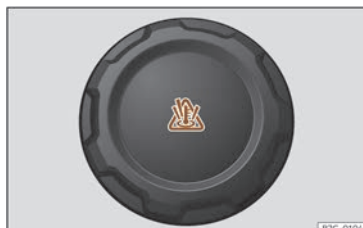

Fig. 226 Compartiment avant : bouchon du vase d'expansion du liquide de refroidissement.
- Le vase d'expansion du liquide de refroidissement du moteur est reconnaissable par le symbole sur le couvercle 🔥 >>> fig. 226